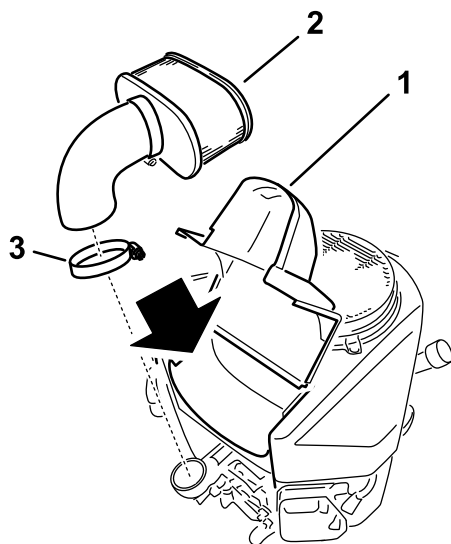

Figure 38
4. Desserrez le collier de flexible et retirez l'élément en papier (Figure 38).